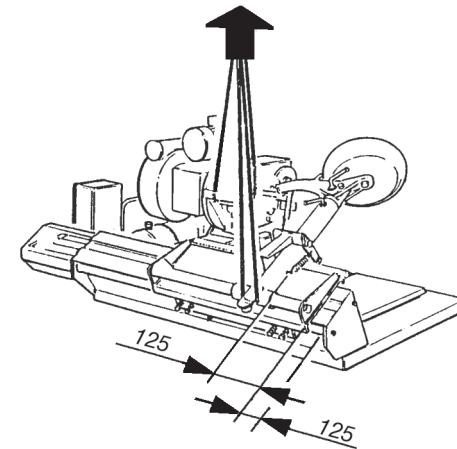

fig.15
**MOVIMENTAZIONE (fig.15)**
**MOVEMENT (fig.15)**
» imbragare con funi a norma (una di mt.1,50 e una di mt.2) nei due punti indicati in fig. 15, osservando le distanze (mm.125) come da fig.15.
» harness with cables (one of 1.5m and one of 2m) at the two points indicated in fig. 15, maintaining the distance shown (125 mm) in fig. 15.
## MANUTENTION (fig.15)
- » élinguer moyennant des câbles selon les normes (un de 1.50 m et un de 2 m) aux deux points indiqués dans la fig. 15, en respectant les distances (125 mm) selon la fig. 15.
## BEWEGEN (Abb.15)
- » die normierten Sicherheitsgurte (1,50 m bzw. 2 m) an den zwei angegebenen Stellen des Geräts anlegen (Abb. 15) und dabei auf die Abstände achten (125 mm) wie nach Abb. 15.
## MOVIMIENTO (fig.15)
- » Embragar con cuerdas a norma (una de m.1,50 y otra de m. 2,00) en los dos puntos indicados por la Fig. 15 observando las distancias sugeridas (mm.125).